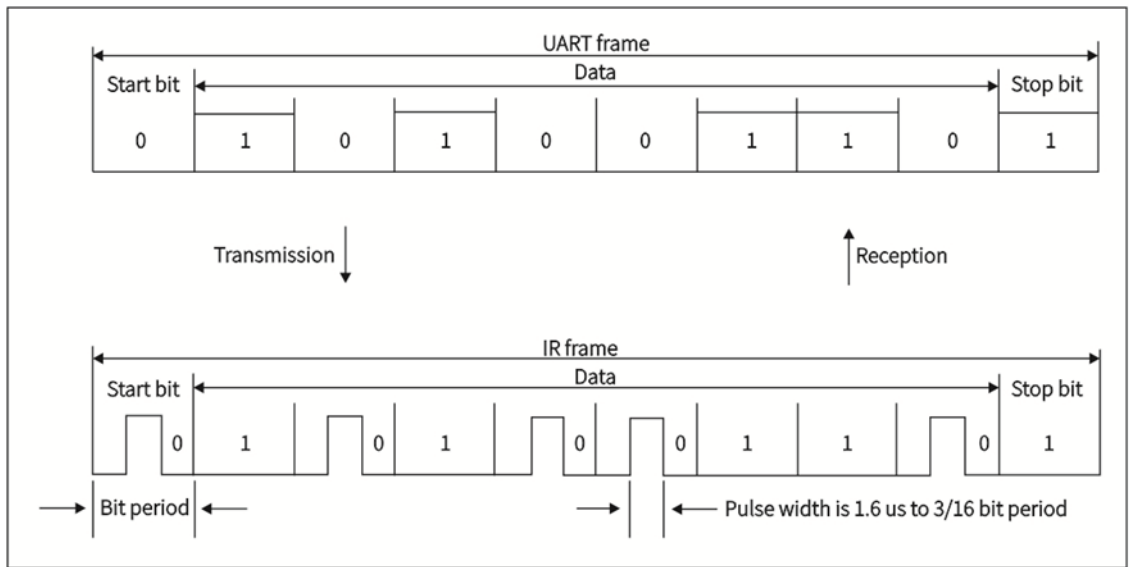

图21-10 IrDA 收发脉冲
- SIR 发送逻辑把 '0' 作为高脉冲发送，把 '1' 作为低电平发送；或者取反发送。脉冲的宽度规定为正常模式时位周期的 3/16，见图 21-10 IrDA 收发脉冲。